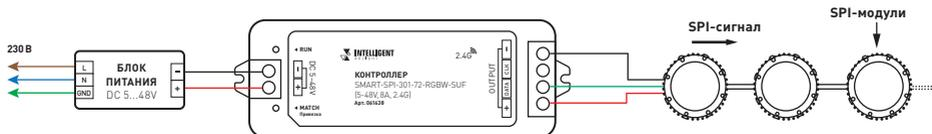

Рис. 2. Схема подключения контроллера SMART-SPI для управления SPI-модулями
- 3.2. Подключите контроллер в соответствии со схемами на рис. 2–4.